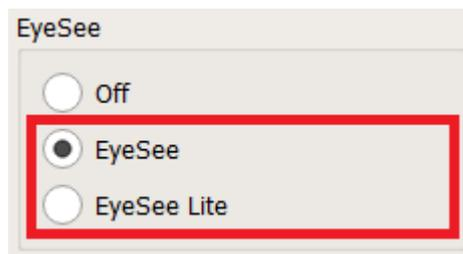

Figura 205. Configuración del método EyeSee
Para usar la funcionalidad EyeSee, vaya a la página de Configuración y seleccione el "Examen" de la lista de la izquierda. En la ventana "Configuración de examen" en el grupo "EyeSee", se debe seleccionar una de las dos opciones de presentación disponibles de EyeSee (Figura 205. Configuración del método EyeSee):
- EyeSee: este modo almacena los datos de fijación ocular como imágenes oculares capturadas desde la cámara del dispositivo. En caso de comenzar la prueba con esta opción, es posible presentar los datos de EyeSee para dicha prueba (o realizar una prueba de seguimiento) también en la forma presentada por la función EyeSee Lite dependiendo del método seleccionado en la configuración de la aplicación (Figura 205. Configuración del método EyeSee).